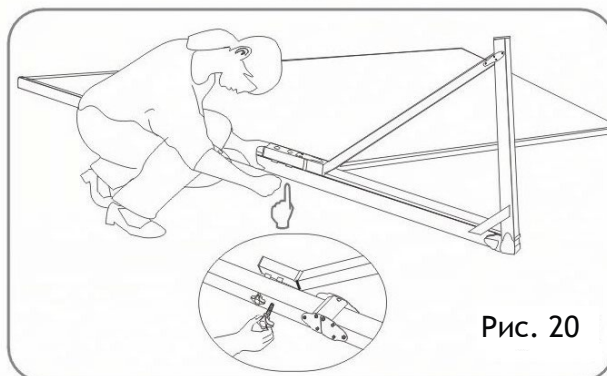

Рис. 20
8. Положите раму на пол, после чего уложите ее подножки на боковых (вертикальных) частях. С помощью ручных барашковых винтов прикрепите раму к подножкам, сначала прикручивая их к обеим сторонам только частично, а лишь в конце – окончательно прикручивая (рис. 20 + 21).